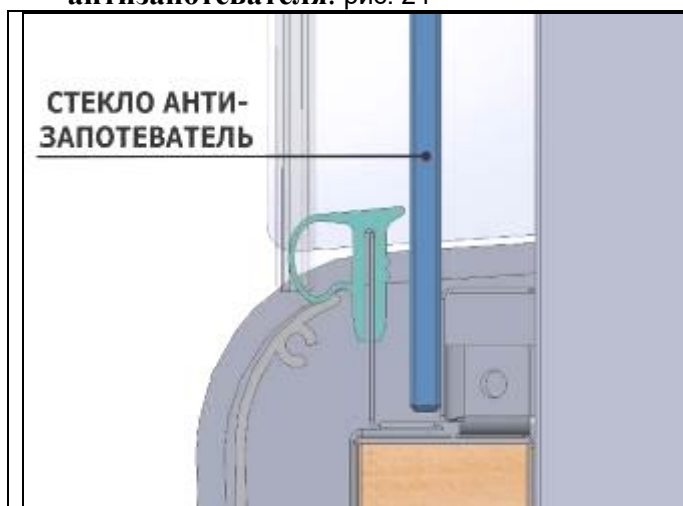

рис. 23
13. Аккуратно установить между прижимами антизапотевателей и вентиляционными панелями стекла-антизапотеватели 1248x210x6 (рис.23).